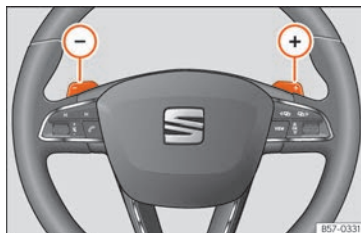

Fig. 261 Volante: palancas para cambio automático.
- Pulse la leva de cambio (+) para insertar una marcha superior » **fig. 261**.